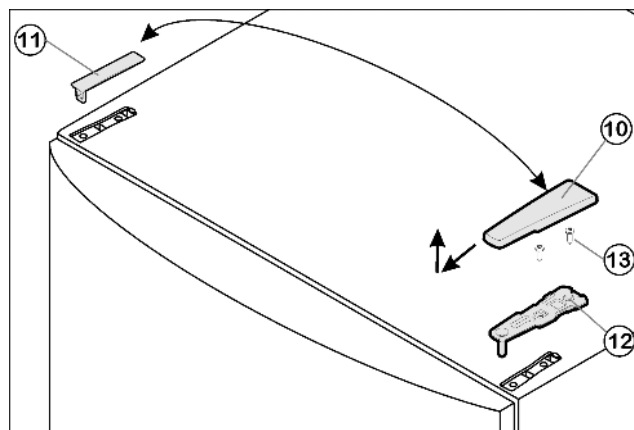

Fig. 4
- Kryt Fig. 4 (10) stáhněte dopředu a nahoru.
- Kryt Fig. 4 (11) zvedněte.
- Horní stojan ložiska Fig. 4 (12) odšroubujte (2 krát Torx® 25) Fig. 4 (13) a stáhněte nahoru.
- Horní stojan ložiska Fig. 4 (12) vložte na nově straně závěsu do dveří.
- Horní stojan ložiska Fig. 4 (12) přišroubujte (s 4 Nm) (2krát Torx® 25) Fig. 4 (13). Díry pro šrouby případně předem propíchněte nebo použijte akumulátorový šroubovák.
- Kryt Fig. 4 (10) a kryt Fig. 4 (11) zatlačte vždy na opačné straně.